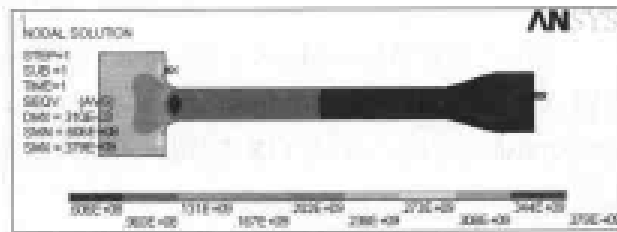

图 13-48 等效应力场分布等值线图
(7) 选择 Main Menu | General Postproc | Plot Result | Contour Plot | Nodal Solu 命令, 出现 Contour Nodal Solution Data 对话框, 选择 Nodal Solution | Stress | von Mises stress 选项, 单击 OK 按钮, ANSYS 窗口显示等效应力场分布等值线图, 如图 13-48 所示。